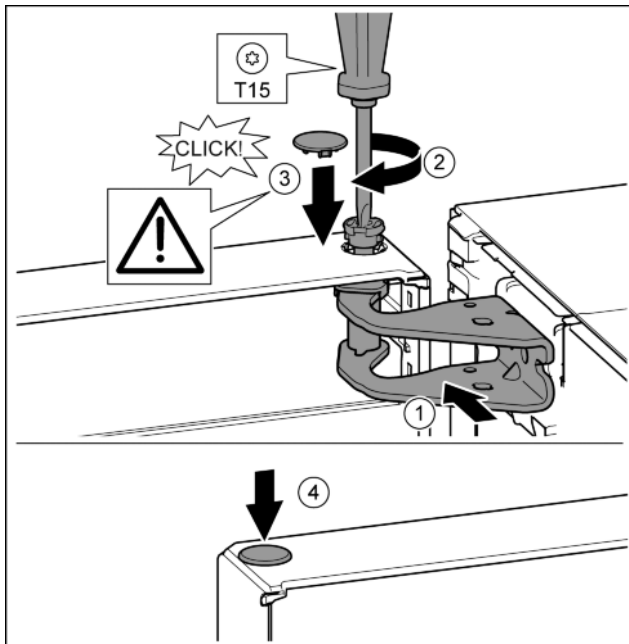

Fig. 23
- ▶ Dveře nahore vyrovnejte s otvorem ve stojanu ložiska. *Fig. 23 (1)*
- ▶ Vložte čep a pevně jej utáhněte šroubovákem T15. *Fig. 23 (2)*
- ▶ K zajištění dveří namontujte bezpečnostní kryt: Bezpečnostní kryt nasadte a zkontrolujte, zda na dveřích přiléhá. V opačném případě čep zcela zasuňte. *Fig. 23 (3)*
- ▶ Vložte zátku. *Fig. 23 (4)*